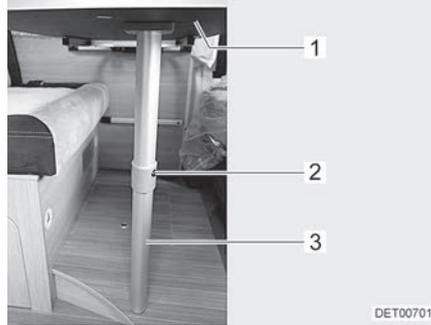

Bild 49 Bettunterbau
- Tischplatte (Bild 49,1) vorn leicht anheben.
- Entriegelungsknopf (Bild 49,2) drücken und den unteren Teil des Gelenkstützfußes (Bild 49,3) um 90° umklappen.